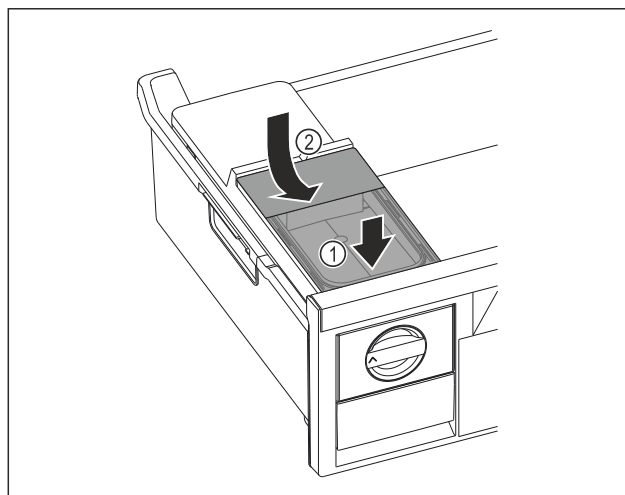

Fig. 124
- ▶ Colocar el depósito de agua por delante. Fig. 124 (1)
- ▶ Bajar el depósito de agua por detrás. Fig. 124 (2)